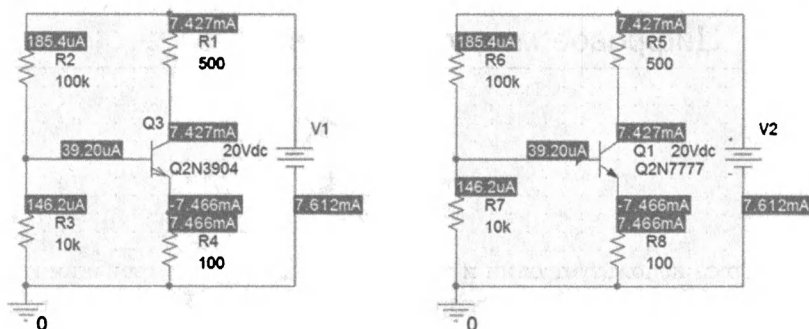

Рис. 15.13. Моделирование схем усилителей с исходным и новым транзисторами
12. После этого проверим идентичность моделей транзисторов. Соберем две одинаковые схемы типового усилителя с общим эмиттером (рис. 15.13), установим профиль моделирования Bias Point,